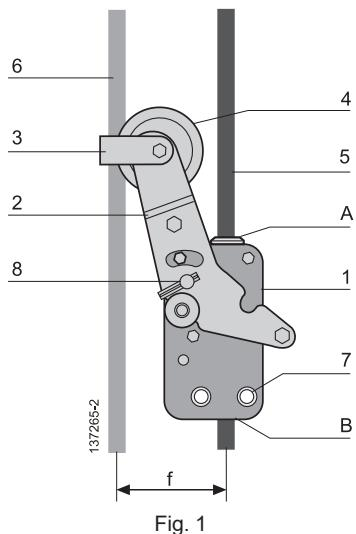

Fig. 1
El dispositivo anticaídas Blocstop™ tipo BSA (figura 1) está formado por una carcasa de acero cincado (elemento 1, fig. 1) y una palanca de acero cincado (elemento 2, fig. 1) con un rodillo de detección de acero cincado (elemento 4, fig. 1) montado en su extremo. El dispositivo anticaídas se monta rígidamente en la plataforma suspendida mediante 2 tornillos y tuercas autoblocantes, montados previamente en los orificios (elemento 7, fig. 1). La palanca (elemento 2, fig. 1) se gira para abrir y cerrar las mordazas.
El dispositivo anticaídas funciona de forma automática y depende únicamente de la distancia  $f$  (consulte la fig. 1) entre el cable de elevación (elemento 6, fig. 1) utilizado para elevar la plataforma suspendida y el cable anticaídas (elemento 5, fig. 1) que atraviesa la unidad (elemento 1, fig. 1).
- Cuando el cable de elevación (elemento 6, fig. 1) está tensado, la palanca (elemento 2, fig. 1) mantiene las mordazas abiertas y el cable anticaídas (elemento 5, fig. 1) se desliza libremente por la unidad (fig. 7).
- Cuando el cable de elevación (elemento 6, fig. 1) está flojo, la palanca (elemento 2, fig. 6) gira, empujada por su muelle de retorno en la carcasa (elemento 1, fig. 6), haciendo que las mordazas aprisionen el cable anticaídas (elemento 5, fig. 1). La plataforma suspendida se detiene inmediatamente en el lado en el que está instalado el dispositivo anticaídas.
El accionamiento de la palanca (elemento 2, fig. 1) puede deberse a:
La guía del cable de acero cincado (elemento 3, fig. 1) garantiza que el cable de elevación (elemento 6) esté siempre en contacto con el rodillo (elemento 4, fig. 1).
**IMPORTANTE:** Cada dispositivo anticaídas viene ajustado de fábrica (posición de la palanca [elemento 2, fig. 1] con respecto a la carcasa [elemento 1, fig. 1]) mediante un tornillo y una contratuerca. Está prohibido modificar el ajuste de la palanca con respecto a la carcasa.
- la palanca (elemento 2, fig. 1) gira libremente sobre su pasador giratorio (elemento 8, fig. 1),
- los orificios A y B (fig. 1) no estén sucios ni obstruidos,
- la unidad debe orientarse verticalmente como se muestra en la fig. 1 con el rodillo
- fije el dispositivo anticaídas a la plataforma suspendida utilizando los dos orificios de anclaje (elemento 7, fig. 1) para obtener una distancia (f) entre el cable anticaídas (elemento 5, fig. 1) y el cable de elevación (elemento 6, fig. 1) como se indica en la tabla 5 del apartado 4.
**IMPORTANTE:** Antes de instalar el cable de elevación en el dispositivo anticaídas del rodillo de detección (elemento 4, fig. 1), compruebe que el cable está instalado de acuerdo con las recomendaciones del manual de instalación del sistema de elevación y de este manual, en particular, en lo que se refiere a la distancia entre cables (f).